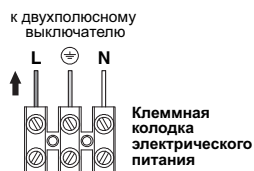

Рисунок 5.14
- Подсоедините токопроводящий кабель, идущий от всеполюсного выключателя, к клеммной колодке электрического питания котла (Рисунок 5.14), соблюдая соответствие фазы (коричневый провод) и нейтрали (голубой провод).